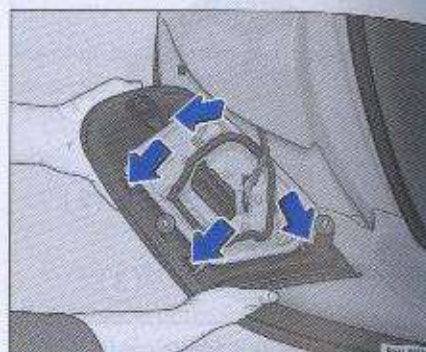

Fig. 147 Soporte de las lámparas en el conjunto linternas traseras
- Presione las trabas ⇒ fig. 147 -flechas- y remueva el soporte de las lámparas.